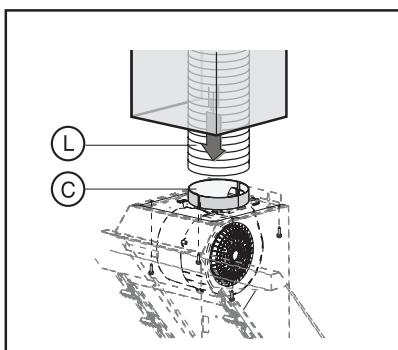

Рис. 14
6. Если Ваша вытяжка будет работать в режиме отвода воздуха в вентиляционную шахту (см. пункт «Эксплуатация вытяжки»), подсоедините воздуховод **L** (в комплект поставки не входит) к выходному отверстию **C** вытяжки (см. рис.14). Рекомендуется использовать воздуховод диаметром 150мм. Использование воздуховода диаметром 120мм снижает производительность и увеличивает шум при работе вытяжки. Если все же Вы устанавливаете воздуховод диаметром 120мм, то на выходное отверстие **C** предварительно необходимо установить переходной фланец, имеющийся в комплекте поставки. Местостыковки переходного фланца с выходным отверстием вытяжки и воздуховода с переходным фланцем необходимо промазать герметиком, а сам воздуховод закрепить с помощью хомута (в комплект поставки не входит и приобретается отдельно).